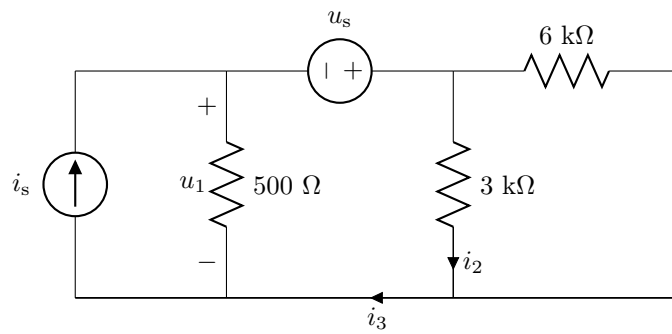

Figura 2.10: Circuito del problema 10.
10. En el circuito de la figura 2.10: a) si  $u_s = 40$  V e  $i_s = 0$ , halla  $u_1$ ; b) si  $u_s = 0$  e  $i_s = 3$  mA, determina  $i_2$  e  $i_3$ .